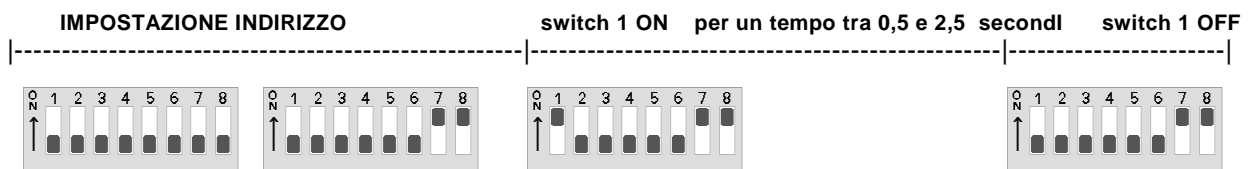
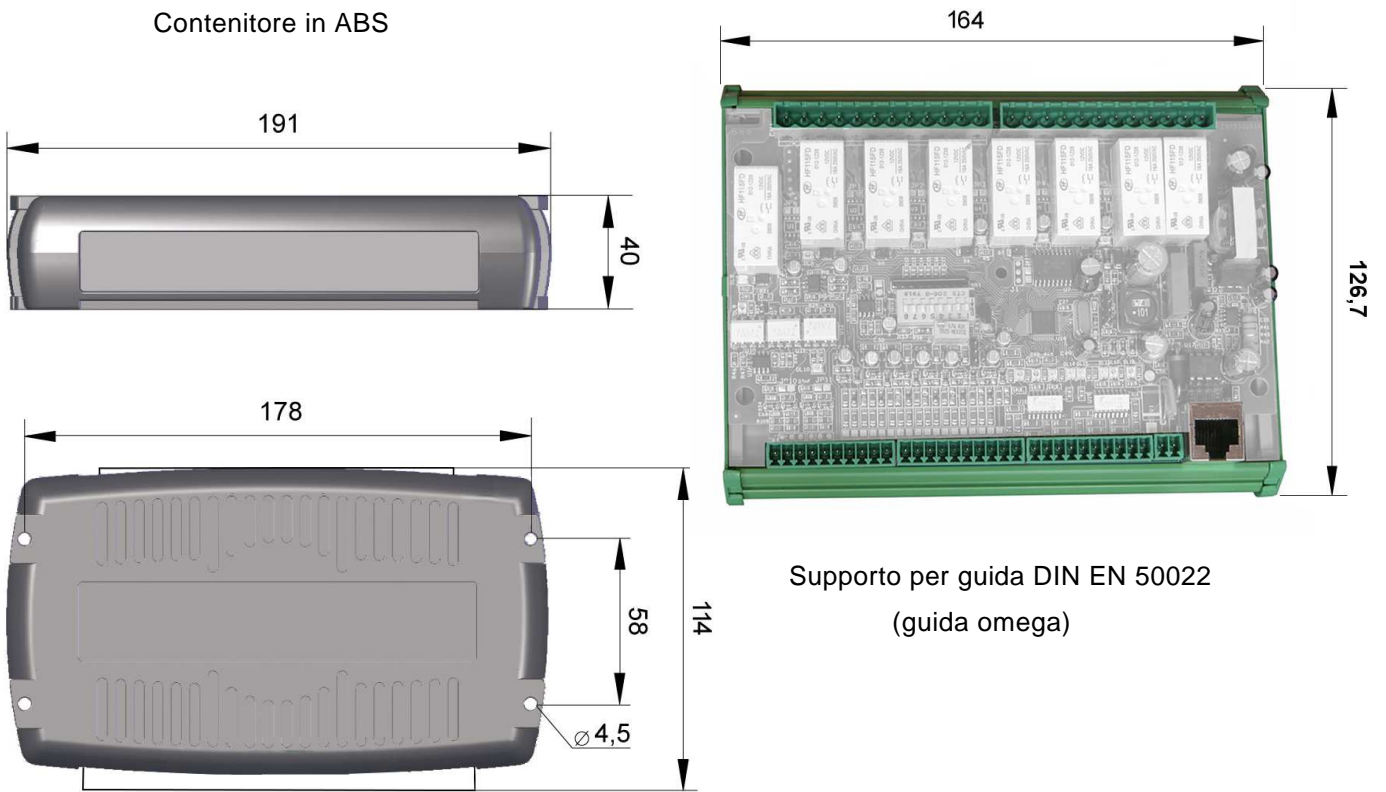

Fig. 1
Fig. 2
Con lo switch 1 si imposta l'indirizzo della scheda (fig. 1), con il 2 si imposta il BIT RATE (fig. 2).
Ad es. si vuole impostare l'indirizzo: selezionato il valore con gli switch 5,6,7,8 si porta lo switch 1 ON e successivamente OFF rispettando i tempi del grafico di fig. 1. Lo stesso per impostare il BIT RATE.
Con riferimento alla fig 1:
Con riferimento alla fig 2:
- posizionare gli switch 5,6,7,8 nelle posizioni ON,OFF,OFF,ON e poi memorizzare con lo switch 2 rispettando le temporizzazioni per la memorizzazione del BIT RATE come nell'esempio di fig. 2